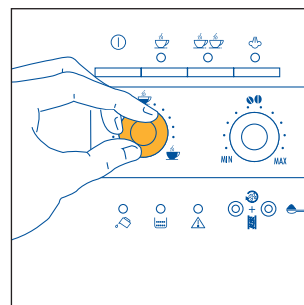

Abb.8
- 3) Mit dem linken Drehknopf (Abb. 8) wählen Sie die Einstellung der gewünschten Kaffeemenge. Je weiter Sie nach rechts drehen, desto schwächer wird der zubereitete Kaffee sein. Beim ersten Gebrauch der Kaffeemaschine, bereiten Sie versuchsweise mehrere verschiedene Kaffees zu, um die für Sie richtige Position des Drehknopfs ausfindig zu machen.